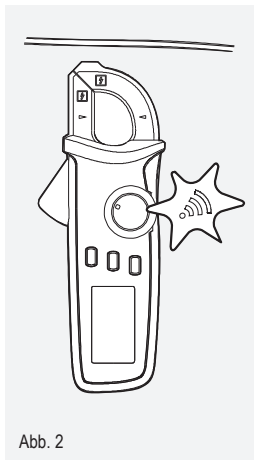

Abb. 2
2. Führen Sie den NCV-Sensor an einen Leiter mit einem Abstand von 8 – 15 mm (Abb. 2). Bei Vorhandensein von Spannung wird die Stromzange folgende Signale aussenden: